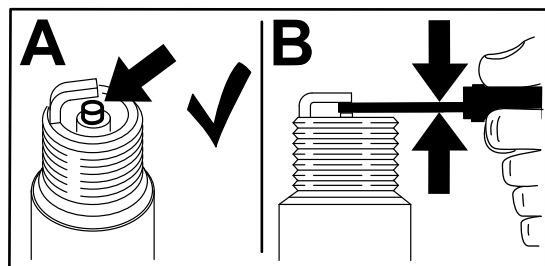

Figura 61
4. Localice y retire la(s) bujía(s), como se muestra en la Figura 61.